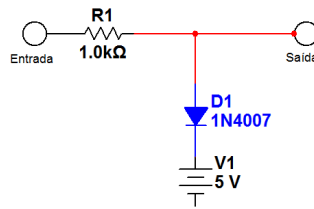

Figura 1.2 – Circuito ceifador.
- Monte o circuito da Figura 1.2 e conecte a sua entrada um gerador de função com forma de onda senoidal a 10kHz. Configure o osciloscópio para mostrar as formas de onda de entrada e saída simultaneamente. Experimente usar a opção de acoplamento DC do osciloscópio e analise seus efeitos.